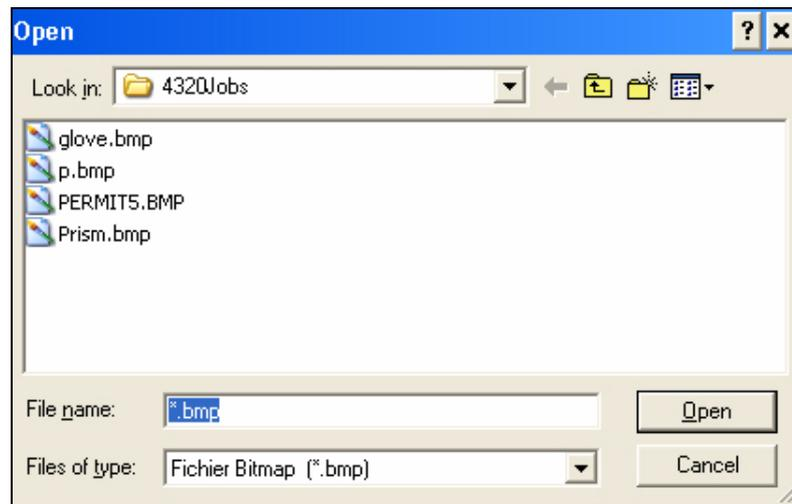

Figure 4-18: Ecran Lien Bitmap
- 4 Accéder à l'emplacement du Bitmap nécessaire pour votre image (Figure 4-18 page 4-14).